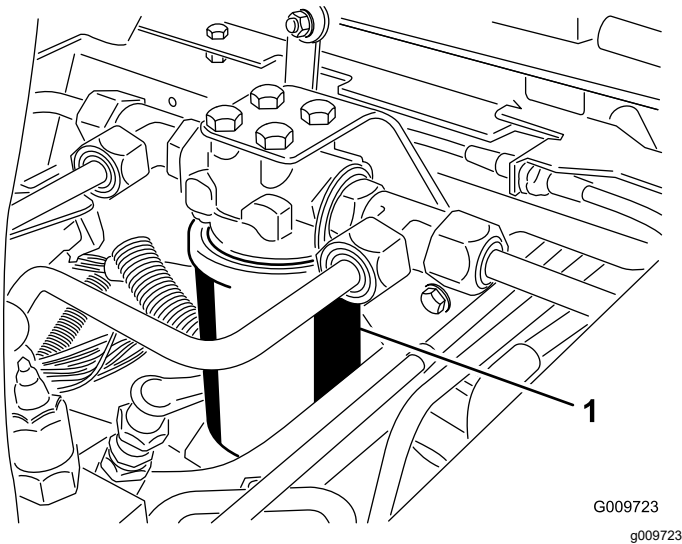
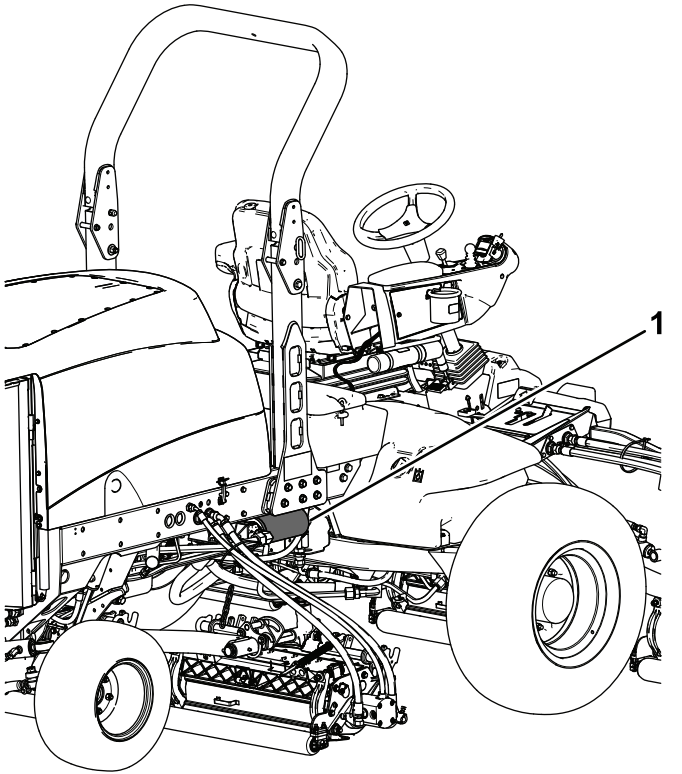

Figura 103
Figura 104
3. Collocate una bacinella di spurgo sotto il filtro (Figura 103 e Figura 104).